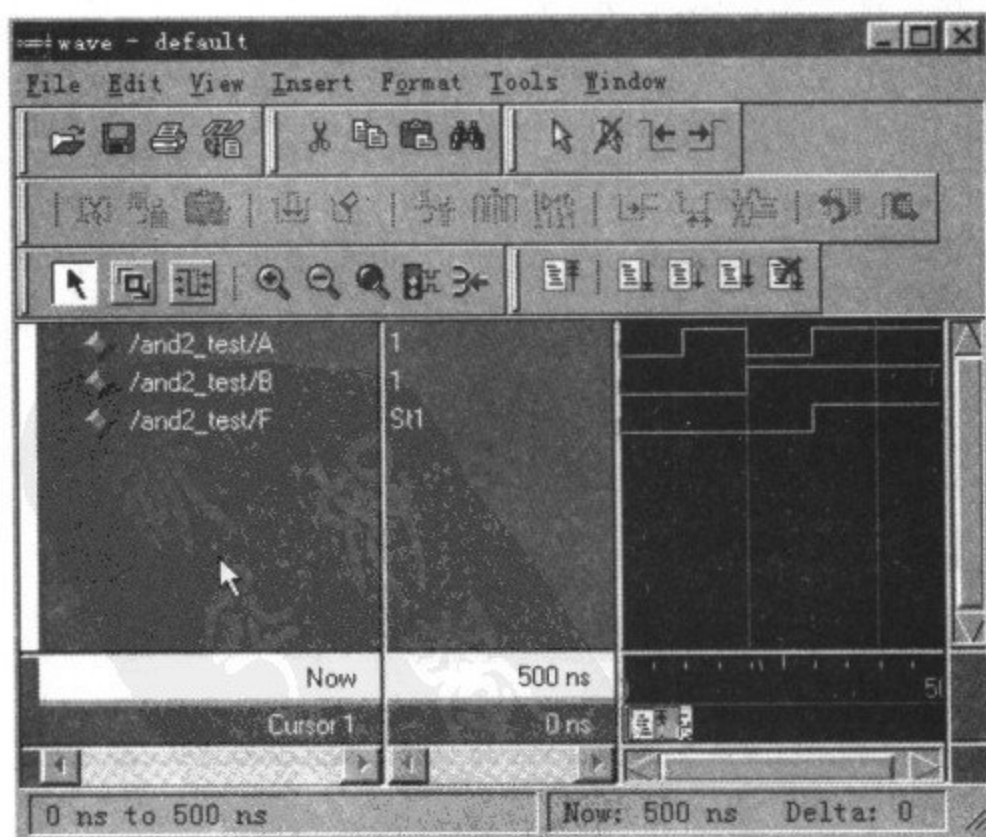

图 3-81 仿真波形
(6)在波形窗口中,可以观察到仿真波形,如图 3-81 所示。